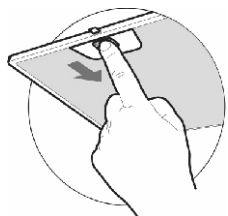

рис. 5
8.3 Для очистки алюминиевого фильтра извлеките его из вытяжки (рис. 5) и произведите очистку с помощью щетки горячим водным раствором нейтрального моющего средства вручную или в посудомоечной машине (при 60°C).
- перед установкой кухонной вытяжки снимите алюминиевый фильтр, для этого нажмите на пружинный замок на фильтре и потяните фильтр вниз и на себя (рис. 5);